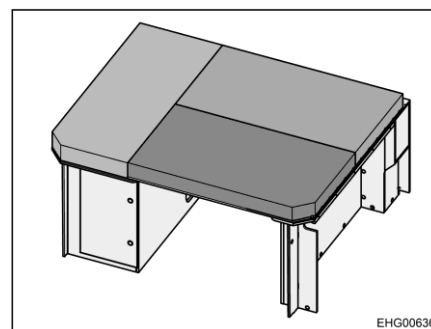

Fig. 49 Letto in coda (preparato come zona notte)
- Distribuire i cuscini, come illustrato nella Fig. 49, sulla superficie utile.